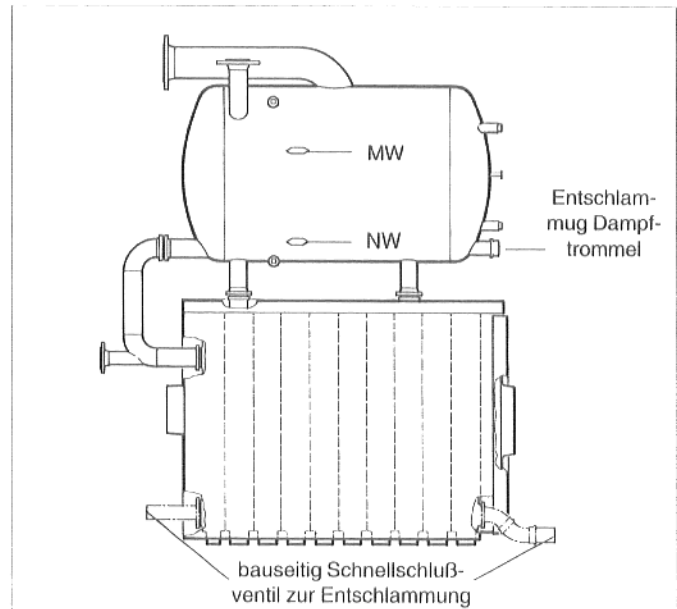

Abb. 36
- Der Wasserstand im Schauglas an der Dampfmaschine muß auf der Höhe der "MW" - Markierung stehen (Abb. 36 u. 37). Ist dies nicht der Fall, Wasser nachfüllen und Anlage entlüften.
- Um die Funktionssicherheit des **Kessels** zu erhalten, muß je nach Verschmutzungsgrad des Kondensates **in Abständen von 1 bis 4 Wochen entschlammert werden.** Zum Entschlammern des Kesselblockes sind an der unteren Kesselnabe bauseits Schnellschlußventile vorgesehen (Abb.36).
- Zum Reinigen der Dampfmaschine ist das Wasser aus dieser abzulassen, die Schraubkappe vorne links an der Dampfmaschine (Abb. 36) abzunehmen und die Dampfmaschine mit einem scharfen Wasserstrahl innen zu reinigen.